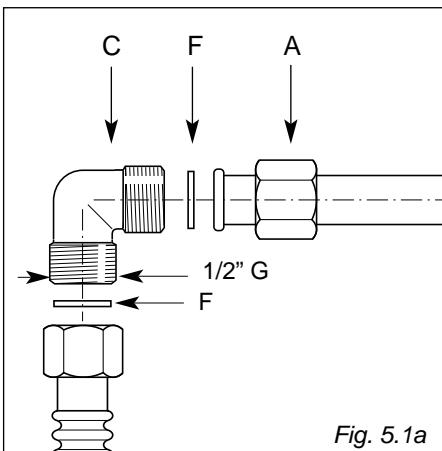

Fig. 5.1a
Le groupe raccordement (fig. 5.1a) se compose de:
- ✓ Les rondelles G (fig. 5.1a - 5.1b) sont les éléments de garantie de l'étanchéité du branchement au gaz.